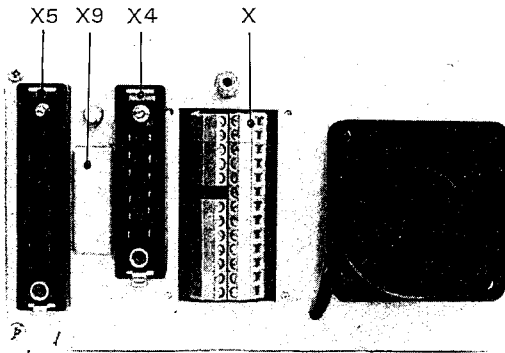

Fig. 4
2.3.1 Einsatzart 1 Fig. 4
2.3.2 Einsatzart 2 Fig. 4
2.3.1 Application 1 Fig. 4
2.3.2 Application 2 Fig. 4
2.3.1 Mode d'utilisation 1 Fig. 4
2.3.2 Mode d'utilisation 2 Fig. 4